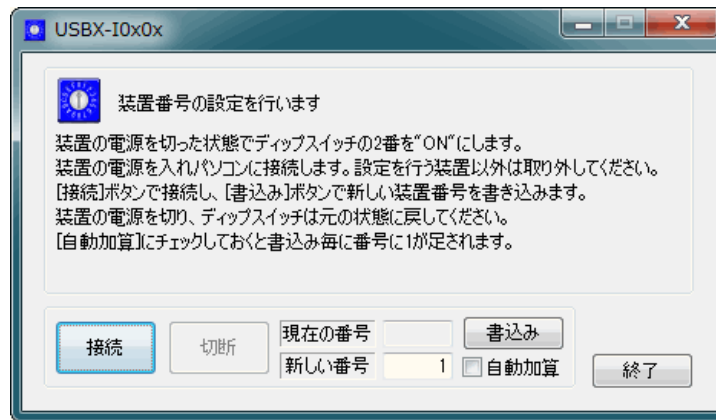

図 32 番号設定ツールの画面
2. 設定ツールのメニュー画面(29 ページ)から[装置番号設定ツール]ボタンを押します。図 32 のような画面が表示されます。